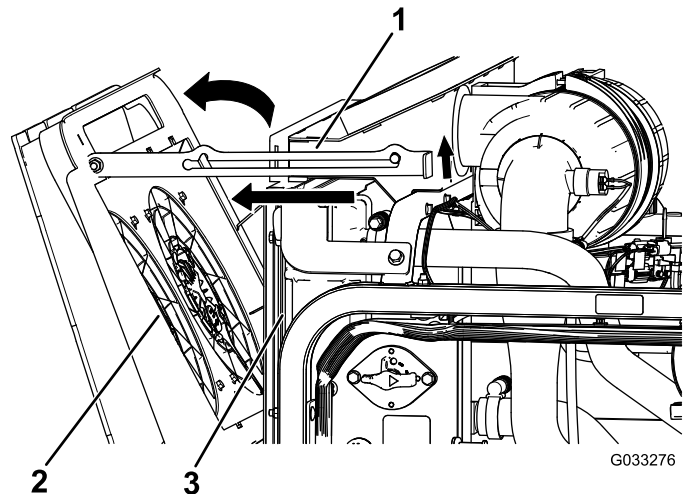

Figure 86
2. Faites pivoter les ventilateurs de refroidissement du moteur à l'arrière du radiateur et calez la béquille dans le cran (Figure 86).